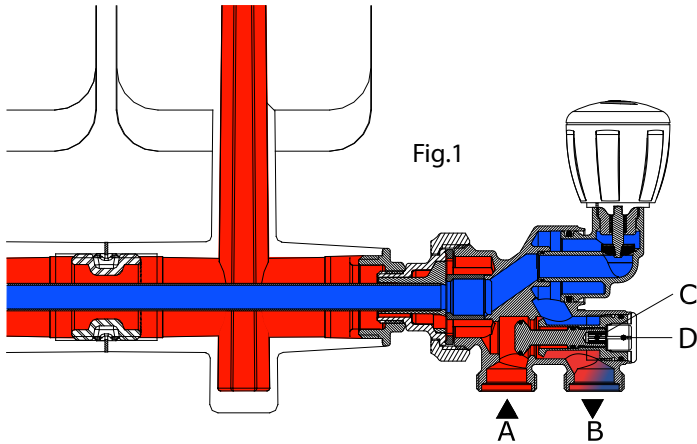

Fig.1
- 3- После установки разделительной втулки (рис. 4) в корпусе клапана (рис. 5), ввинтите гайку (рис. 1), на корпус клапана R304T.